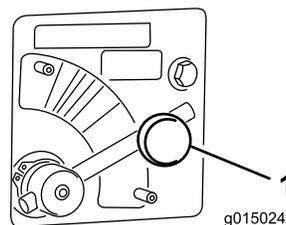

Рисунок 44
1. Ослабьте затяжку ручки крепления рычага клапана разбрасывателя (Рисунок 44).
2. Поверните рычаг клапана разбрасывателя в положение требуемого цвета (Рисунок 44) (желтый в нашем примере).
1. Переместите рычаг клапана разбрасывателя на **синюю** секцию (МАКС. СКОРОСТЬ) (Рисунок 44). Повернутый до упора по часовой стрелке рычаг должен находиться в горизонтальном положении.